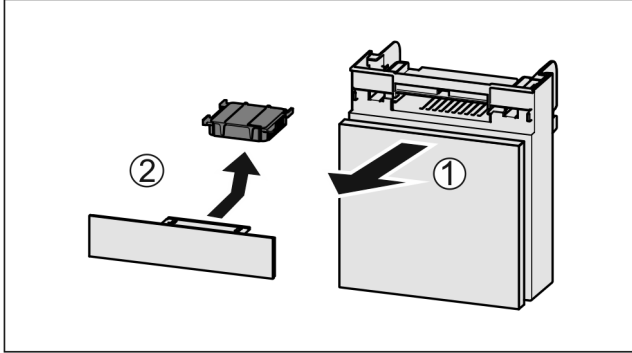

Fig. 115
- Rafı öne doğru dışarı çekin Fig. 115 (1).
- Aktif karbon filtresini çıkarın Fig. 115 (2).